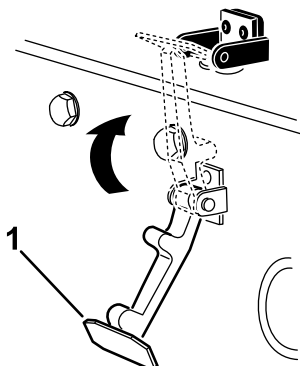

Рисунок 32
6. Введите защелку в зацепление с кронштейном защелки капота (Рисунок 32).